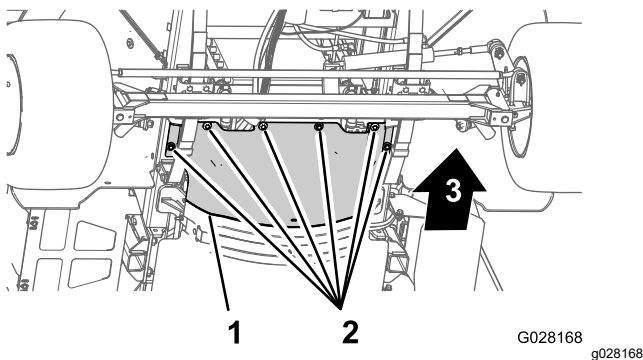

Figure 61
3. Retirez les 6 boulons à tête hexagonale et les 6 rondelles qui fixent l'écran pare-chaueur au châssis et déposez l'écran (Figure 61).